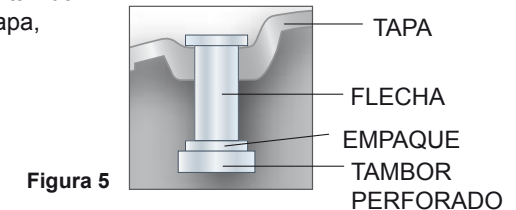

Figura 5
4. Vuelva a colocar el interlock cuidando que su empaque quede en su lugar, como se muestra en la Figura 5. Si el interlock no es ensamblado correctamente (como se muestra en la Figura 5) con el tambor perforado en la parte de adentro de la tapa, la olla no generará presión.